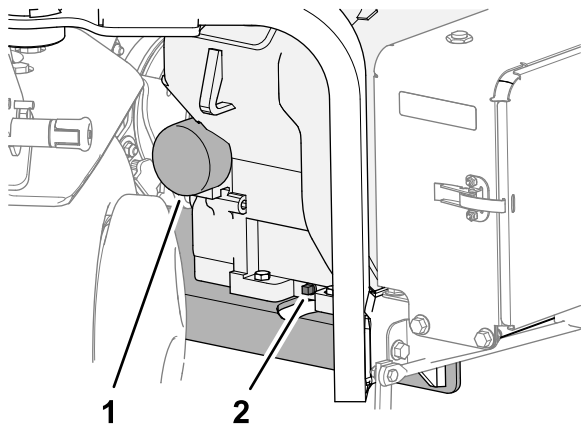

Bild 150
3. Stellen Sie eine Auffangwanne unter die Ölablassschraube und entfernen Sie die Schraube (Bild 150).
1. Stellen Sie eine Auffangwanne unter den Filter und entfernen Sie den Filter (Bild 150).
6. Schrauben Sie den Ölfilter in den Filteradapter ein, bis die Dichtung den Filteradapter berührt (Bild 150). Ziehen Sie dann den Filter um eine weitere halbe Umdrehung fester.